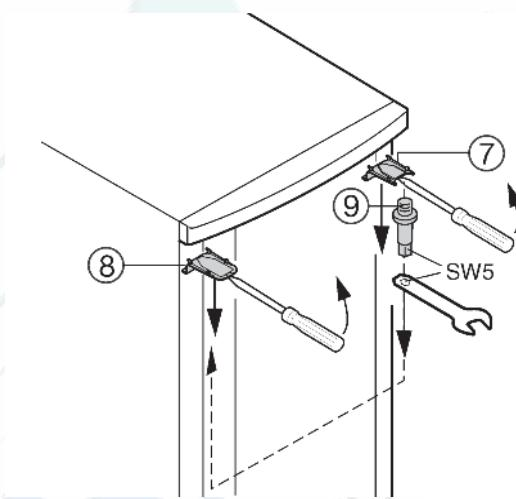

Рис. 5
- Сдвиньте верхний кожух Рис. 5 (7) и кожух Рис. 5 (8) вперед при помощи отвертки и снимите их, наклонив вниз.
- Отвинтите несущий штырь Рис. 5 (9) и привинтите его на другой стороне петли, затянув не слабее 4 Нм. Для этого воспользуйтесь установочным винтом на накидном ключе.
- Чтобы установить кожух Рис. 5 (7) на сторону, где привинчен несущий штырь, вставьте на место его заднюю часть и закрепите переднюю.
- Чтобы установить кожух Рис. 5 (8) на противоположную сторону, вставьте на место его заднюю часть и закрепите переднюю.
- Прикрепите дверцу к несущему штырю Рис. 5 (9) и закройте ее.